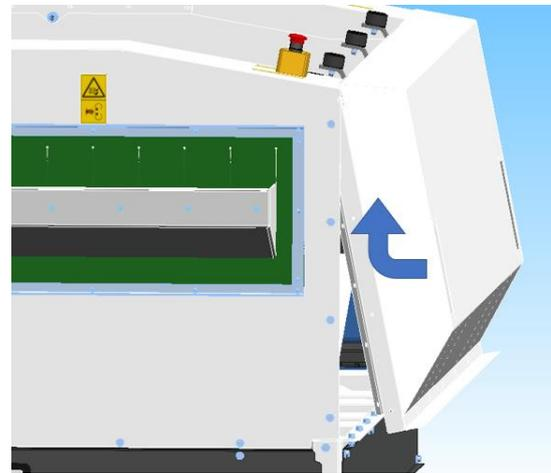

Abb. 1. Schutzabdeckung anbringen
1. Je nach Transport: Zuerst die Schutzabdeckungen an der Längsseite anbringen. Durch leichtes Kippen können diese unter den oberen Rand geschoben werden. Anschließend die Abdeckung in Richtung Maschine drücken, bis sie in der richtigen Stellung ist. Abschließend alle Schraubverbindungen anziehen (Abb. 1).